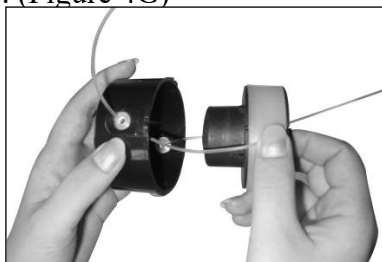

Figure 4G
5. Insérer la corde dans les cases qui se trouvent dans la porte bobine, et glisser vers l'intérieure de la bobine. (Figure 4G)